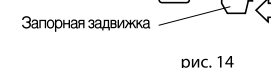

рис. 14
- Если дверь открыта, то блокировочная задвижка не позволяет включить аппарат. Чтобы снять блокировку, переведите блокировочную задвижку почти в горизонтальное положение. После этого выключатель можно будет включить. (рис. 14)